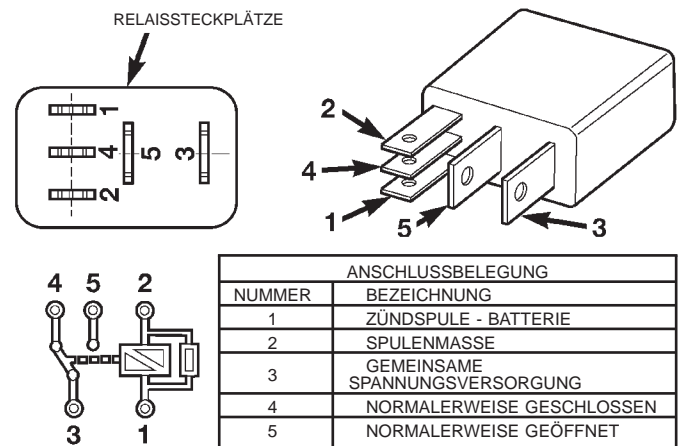

Abb. 13 Typ-3-Relais
(15) Bei Ausstattung mit einem **Typ-3-Relais** (Abb. 13) sind die Prüfschnüre vom Niederstrom-Kurzschlußbrückenadapter an den Polen 3 und 5 im Steckplatz des Relais in der PDC anzuschließen. Zur genauen Lage dieser Pole im Steckplatz des Relais in der PDC siehe die an der Unterseite des Relais eingepprägten Zahlen (Abb. 13).
(16) Sobald die Prüfschnüre des Niederstrom-Kurzschlußbrückenadapters an den Polen des Relaissteckplatzes angeschlossen sind, wird die Kraftstoffpumpe **aktiviert!** Auf dem DRB-Anzeigefeld den Stromstärkewert der Kraftstoffpumpe ablesen. Die Stromstärke muß unter 10,0 A liegen. Wenn die Stromstärke unter 10,0 A liegt und alle Anforderungen der Tests "Druckprüfung/Kraftstoffpumpe",